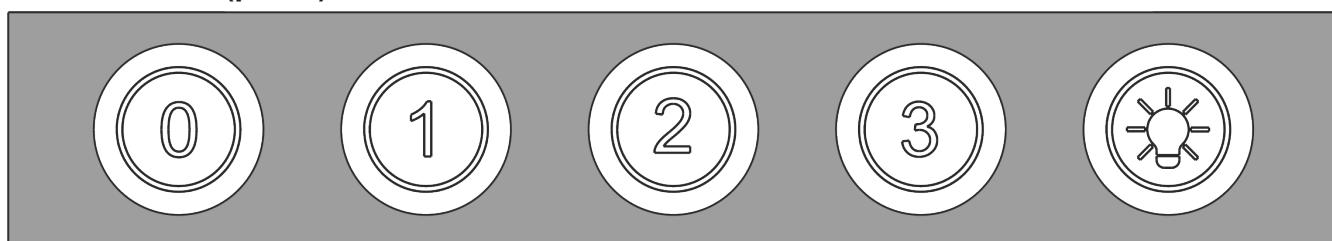

Рис.5
**7.3** На нижней плоскости корпуса размещен кнопочный переключатель режимов работы и включения ламп освещения (рис.5).